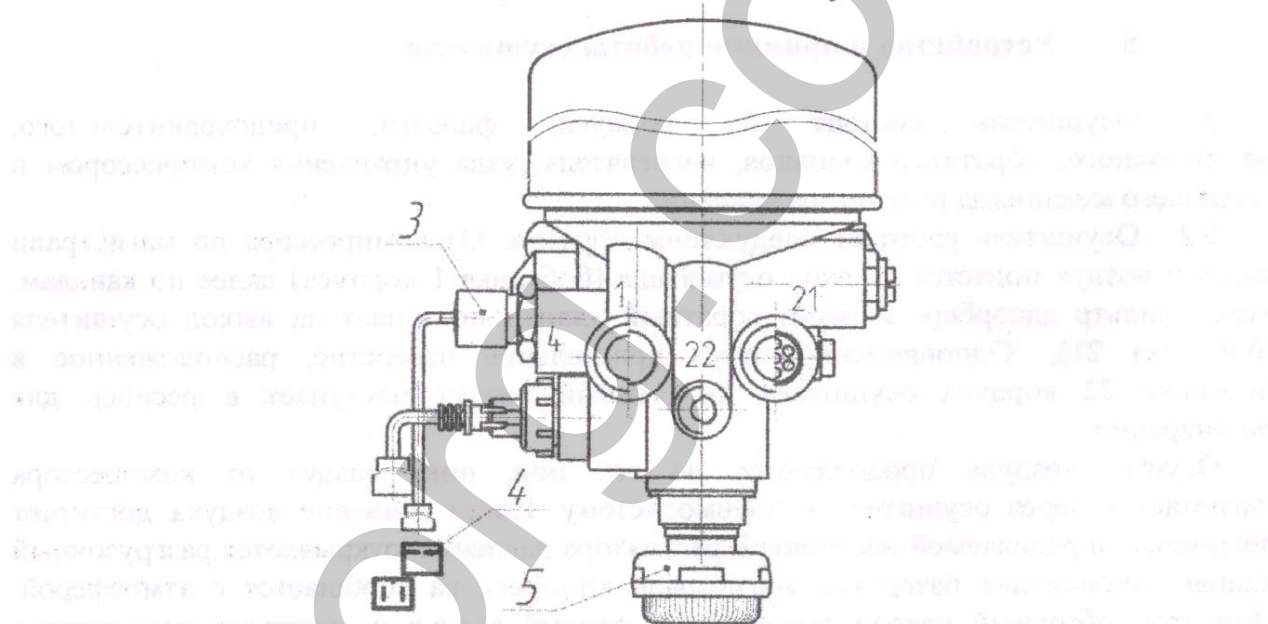

Рисунок 2 - (Остальное см. Рис.1)
5.4 Для снижения уровня шума создаваемого осушителем, на изделие устанавливается глушитель шума (Рис.2 поз.5)